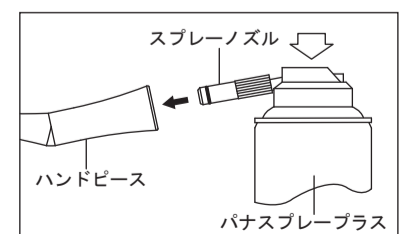

図7
- 3) スプレーノズルをハンドピース後部へ挿し込み、ハンドピースを押さえて、ハンドピース先端よりオイルが出るまで2秒以上スプレーします。注油は先端から異物等の汚れが出なくなるまで繰り返し行います。(図7)